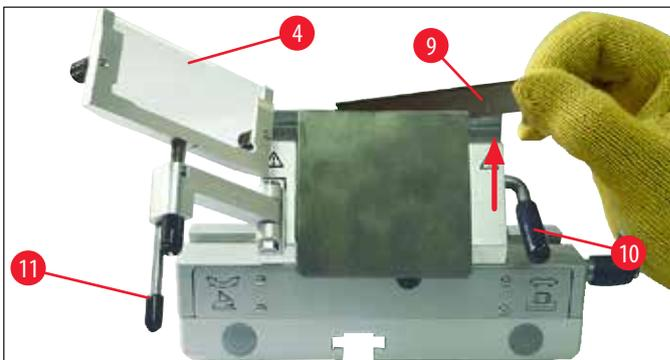

图 31
2. 逆时针转动打开锁杆(→ 图 31-10)(→ "图 31")。
3. 小心地从上方或从侧面将刀片(→ 图 31-9)插入压板和刀托之间。确保插入刀片时刀片居中，并与横档齐平(参见(→ "图 31")中的红色箭头)。